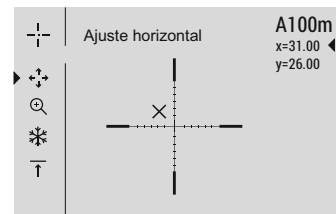

Fig.5
- Si el punto de impacto no coincide con el punto de mira (centro de la retícula del visor), mantenga pulsado el botón **M (4)** para entrar al menú principal.
- Una cruz auxiliar $\times$, aparece en el centro de la pantalla y las coordenadas de la cruz auxiliar X e Y aparecen en la esquina derecha superior (**véase la Fig. 5**).
- Cambie entre las direcciones de movimiento de la cruz auxiliar, de horizontal a vertical, pulsando brevemente el botón **M (4)**. Guarde la nueva posición de la retícula pulsando prolongadamente **M**.